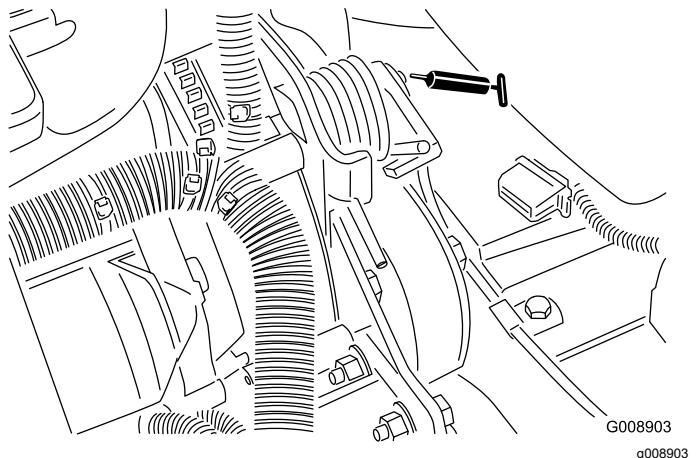

Figure 65
- Pivot de tension de courroie (Figure 65)